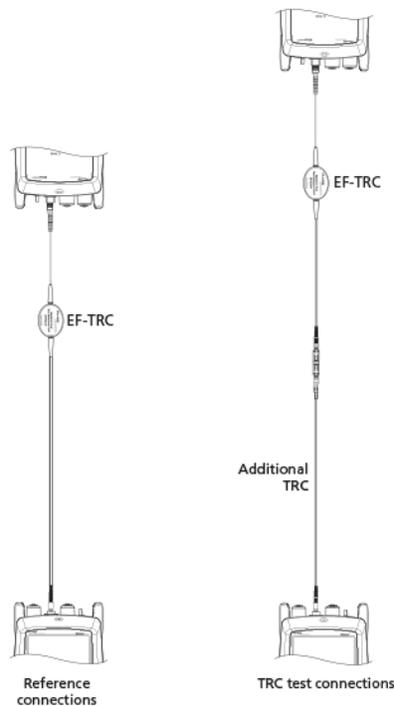

Figura 6. Conexiones de referencia y comprobación de TRC para el modo de fuente de extremo lejano
2. Desconecte el latiguillo de comprobación del puerto de ENTRADA en el comprobador, después un latiguillo de comprobación y adaptador para hacer las conexiones para verificar los TRC como se muestra en la pantalla y en la figura 6.